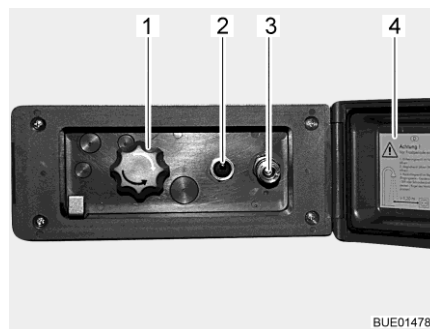

Bild 97 Duschanslutning utsida
- Lås upp och öppna locket (Bild 97,4).
- Anslut ytterduschens slang med snabbkopplingen (Bild 97,3).
- Koppla in vattenpumpen med brytaren (Bild 97,2).
- Ställ in vattentemperaturen enligt önskemål med vredet (Bild 97,1).
- Koppla ur vattenpumpen med brytaren (Bild 97,2).
- Stäng locket (Bild 97,4) och lås det med nyckeln.
- Ställ vredet (Bild 97,1) på mittläget.